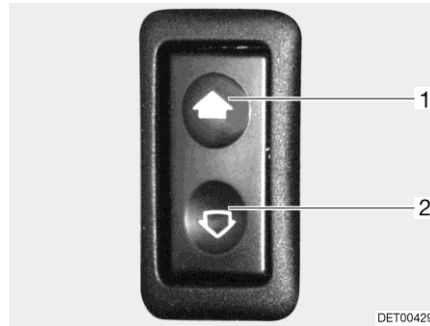

Fig. 36 Interruttore per alzacristalli elettrico
- Apertura:* ■ Premere l'interruttore in basso (Fig. 36,2).
- Chiusura:* ■ Premere l'interruttore in alto (Fig. 36,1).